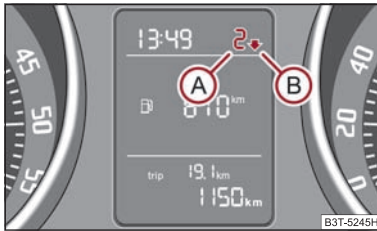

Abb. 17 Empfehlung zum Gangwechsel
Im Display des Kombi-Instruments wird eine Information zum geschalteten Gang (A) ⇒ Abb. 17 angezeigt.